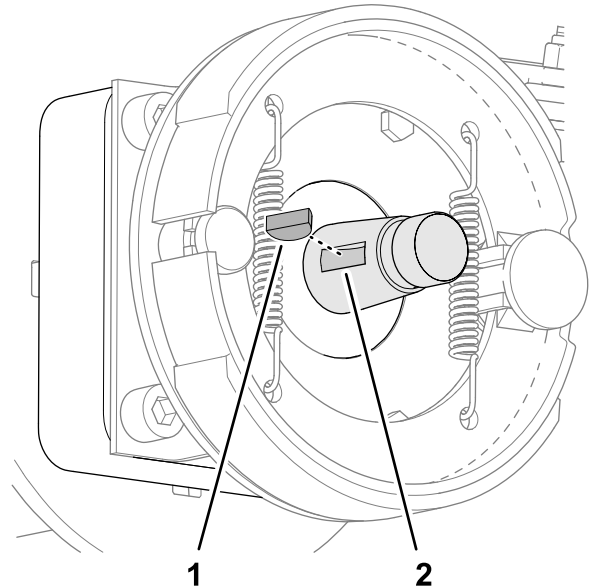

Bild 73
2. Führen Sie die Passfeder in die Nut der Radmotorwelle ein (Bild 73).